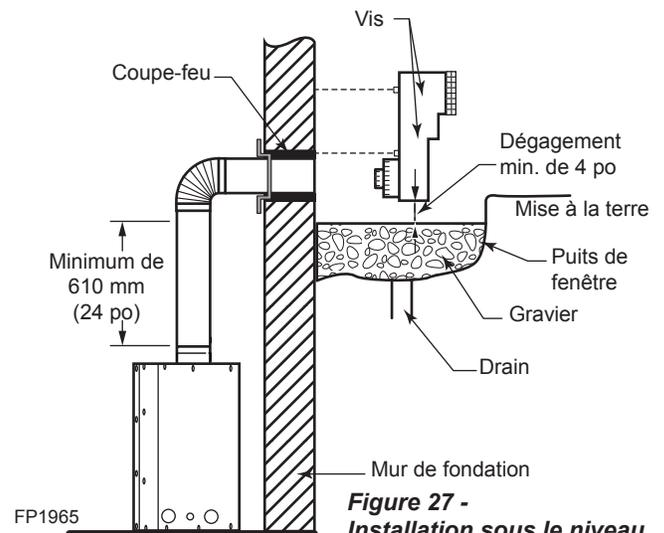

Figure 27 - Installation sous le niveau du sol
2. Creusez le sol jusqu'à une profondeur d'environ 16 po sous le socle de la prise d'air. Installez le conduit de drain. Installez le puits de fenêtre (non compris). Remplissez le trou de 12 po de gravier grossier, en laissant un dégagement d'environ 4 po sous la prise d'air. *Figure 27*
7. Nivelez le sol de manière à assurer un dégagement constant de 4 po sous la prise d'air. *Figure 27*